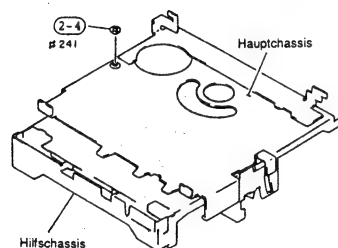

Abb. 2-55
- 4) Eine (1) Scheibe entfernen, mit der die Mittelstiftwelle befestigt ist (siehe Abb. 2-55).